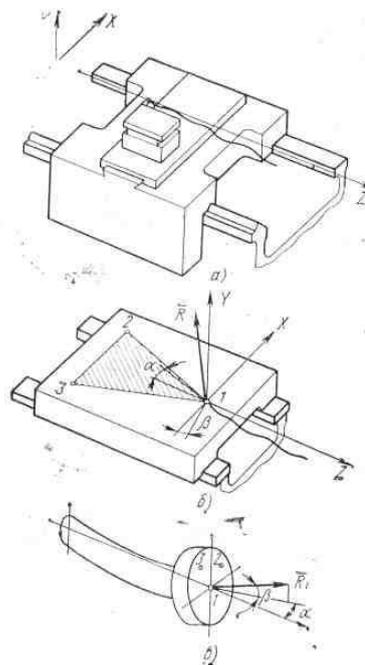

Рис. 1 Опорные точки
- Получить на испытательно-диагностическом стенде значения ординат траекторий каждой опорной точки (Рис. 1).